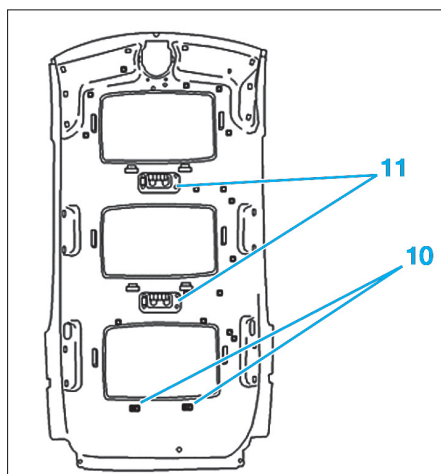

Fig. 50
- Ecarter la partie arrière de la garniture de pavillon et couper les deux points de colle (10) (Fig.50).
- Déposer les plafonniers (11) puis les fixations situées derrière.